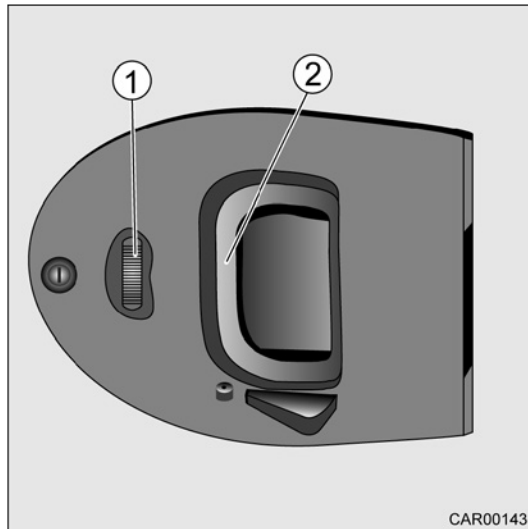

Fig. 94 Ferrures de la porte coulissante (porte pliante)
1. Appuyer sur le bouton de verrouillage (Fig. 94/1) pour verrouiller ou déverrouiller la porte coulissante (porte pliante).
2. Sortir la poignée (Fig. 94/2).